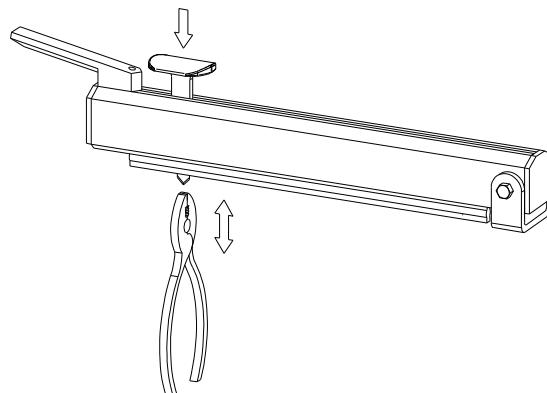

Fig2
5. Når kniven er slidt eller knækket kan denne udskiftes ved at trykke knivholderen ned, hive kniven ud og sætte en ny. Det kan anbefales evt. at benytte en fladtang. (fig 2).
5. Förslitning avskärning - Ett slött knivblad utbytes genom att pressa ned den röda knivhållaren och dra ut knivbladet rakt ned (lämpligen med hjälp av en täng) och trycka in ett nytt emellan den fjädringsbelastade plåten i knivsläden (fig.2).
- En slitt kniv skiftes enkelt ved å trykke ned den røde knivholderen, dra ut den gamle kniven og skyv inn en ny. Kniven er meget skarp og det anbefales derfor å holde kniven med en tang (fig. 2).
5. Zużyty nóż można wymienić poprzez wcisnięcie czerwonego uchwytu noża, wyciągnięcie starego noża i włożenie nowego. Zaleca się, aby przy tej czynności posłużyć się kombinerkami (Rys. 2).